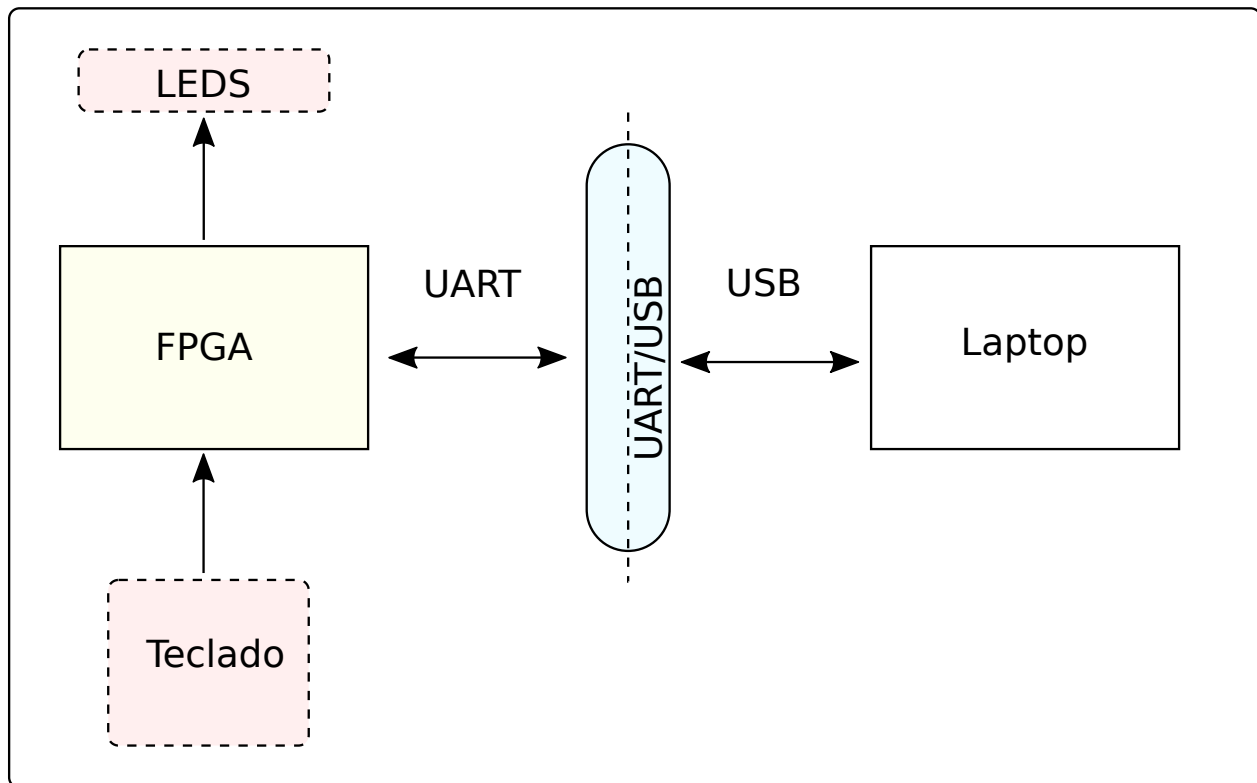

Figura 3: Diagrama conceptual de la interfaz UART conectado al computador y FPGA. LEDs muestran datos recibidos por el computador.
4. Desarrolle un bloque de pruebas apropiado que permita enviar a una computadora personal valores introducidos por el teclado desarrollado en el ejercicio 2. Adicionalmente, la prueba debe mostrar en los LEDs datos recibidos desde dicha computadora. En la figura 3 se ilustra el diagrama de bloques ideal para la prueba en físico.